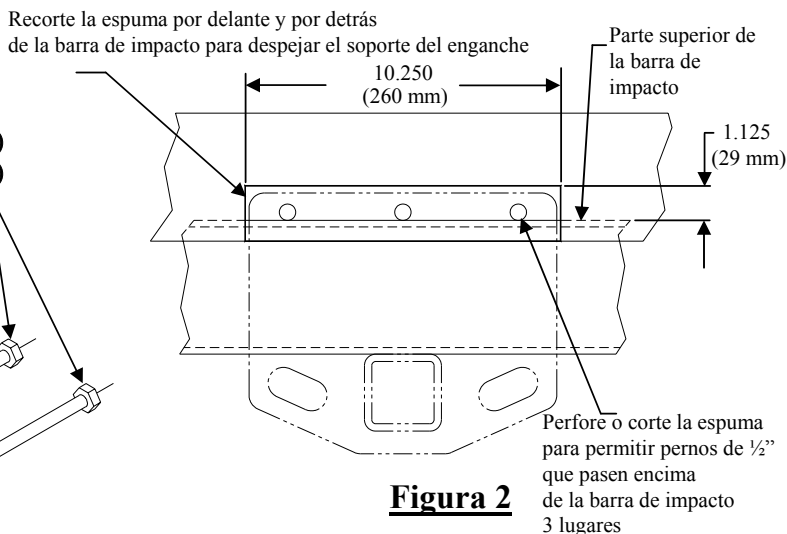

Figura 2
①	Cant. (3)	Perno hexagonal 1/2-13 x 4,500 GR5	②	Cant. (3)	Arandela de bloqueo 1/2"
- Recorte el soporte de la placa protectora en espuma rígida en los lados delantero y trasero de la barra del impacto del vehículo como se muestra en la Figura 2 (aproximadamente 10-1/4" de ancho y 1-1/8" por encima de la barra de impacto del vehículo) para permitir que los soportes queden planos contra la barra de impacto.